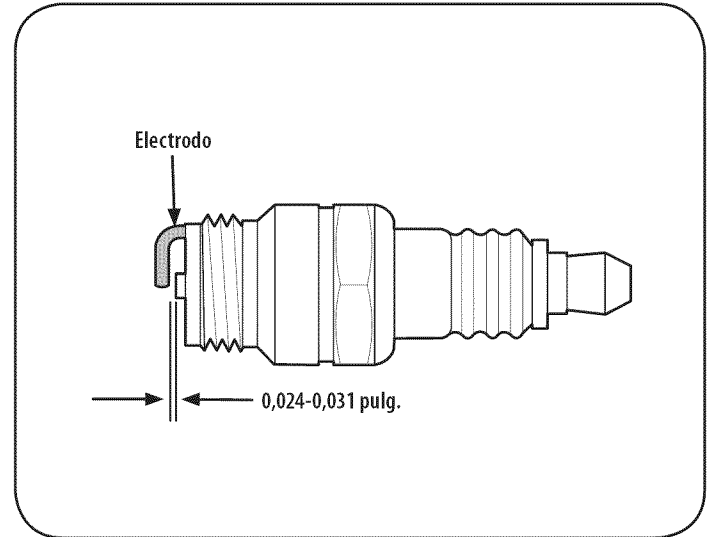

Figura 15
3. Mida la separación de bujía con un calibre. Corrija de ser necesario torciendo el electrodo lateral. Vea la Figura 15. La separación debe establecerse en 0,024-0,031 pulg.